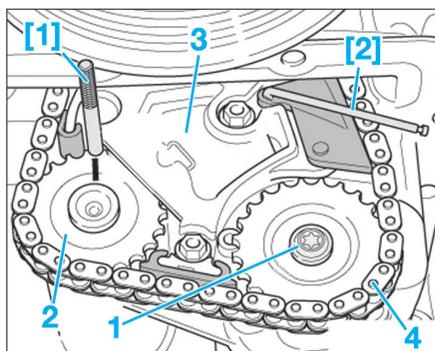

Fig. 28
- Desserrer la vis du pignon de pompe à huile (1) (Fig.28).
- Immobiliser le pignon (2) en alignant le repère de celui-ci avec la pige [1].
- À l'aide d'un tournevis, actionner le tendeur de chaîne (3) et l'immobiliser à l'aide de la goupille [2].
- Déposer le pignon de pompe à huile (1) puis déposer la chaîne (4).